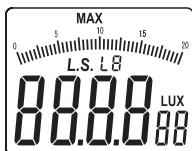

Abbildung 4
- Drücken und halten Sie die „MAX/MIN“-Taste für kurze Zeit, „MAX“ erscheint oben auf dem LCD-Display (wie in Abbildung 4 gezeigt).